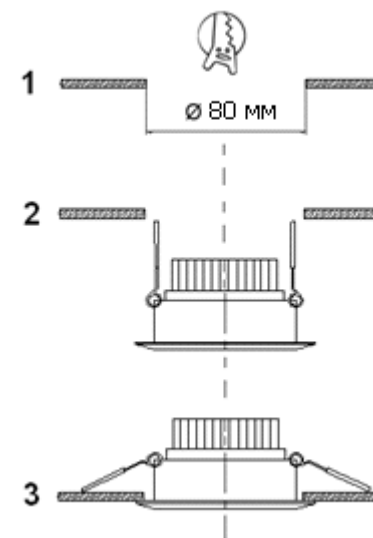

Рис.1. Установка светильника
- b) Подготовьте проем (вырез) в монтажной поверхности под установку светильника, исходя из его врезного диаметра – (1), Рис.1;
- e) Установите светильник в подготовленный проем, предварительно прижав к корпусу фиксирующие клипсы – (2), Рис.1. Не допускайте пережатия питающих проводов;
- f) Убедитесь, что светильник надежно удерживается в проеме – (3), Рис.1;
5. Подключение и установка светильника (Рис. 1)